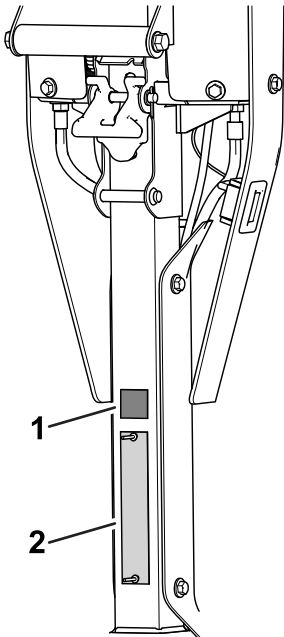

Bild 10
- Bringen Sie den CE/UKCA-Aufkleber oberhalb des Typenschildes an (Bild 10).